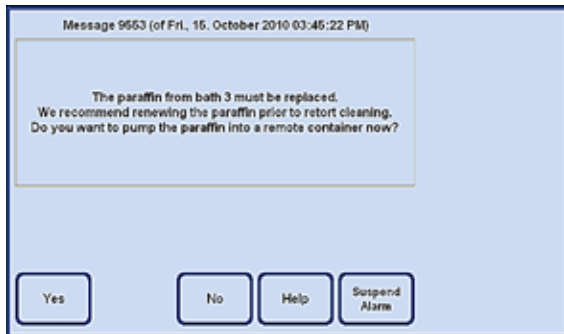

Fig. 61
În cazul în care este necesară o acțiune a utilizatorului asupra aparatului, mai întâi este afișat pe ecran un mesaj informativ (Fig. 61) și este emisă o alarmă acustică. Acest mesaj descrie ceea ce trebuie făcut și oferă informații suplimentare despre situație. Atunci când utilizatorul confirmă acest mesaj prin apăsarea butonului **YES (DA)**, mesajul dispăre de pe ecran. Nu se declanșează nicio altă alarmă.